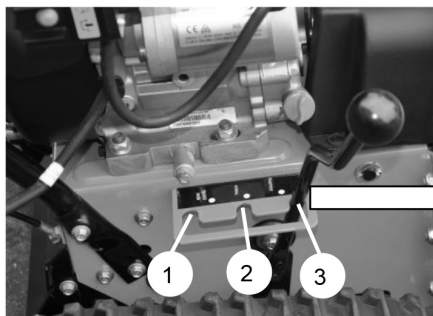

Рис. 31
10.4. Устаноўка клірансу (Рис. 31)